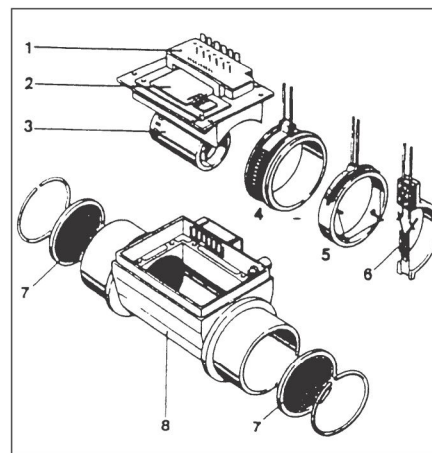

Рис. 3.23. Измеритель расхода воздуха
Количество впрыскиваемого топлива определяется ЭБУ-КСУД (17) в зависимости от объема и температуры поступающего воздуха, частоты вращения коленчатого вала двигателя, а так же от температуры охлаждающей жидкости. Основным параметром, определяющим дозировку топлива, является объем поступающего (засасываемого) воздуха, регистрируемый измерителем расхода воздуха термоанемометрического типа, обеспечивающий измерение массы поступающего воздуха независимо от атмосферного давления и температуры воздуха. Поступающий воздушный поток обтекает тонкую платиновую нить нагрева (5, см. рис. 3.23), установленную в измерителе. Нить накаливается является частью (плечом) мостовой схемы, напряжение на диагонали которой регулируется на ноль путем изменения тока нагрева. Температура нагрева нити поддерживается постоянной с помощью электронной системы управления. При увеличении массы всасываемого воздуха соответствующим образом автоматически возрастает ток накала, сохраняя тем самым постоянно температуру нити, компенсируя охлаждение, вызванное потоком воздуха. Ток накала служит мерой массы поступающего воздуха, всасываемого двигателем. Параметром определяющим массовый расход воздуха поступающий в двигатель, является напряжение, необходимое для поддержания постоянной температуры нити накаливается. В течение одной секунды, после каждого выключения двигателя по команде с ЭБУ-КСУД нить